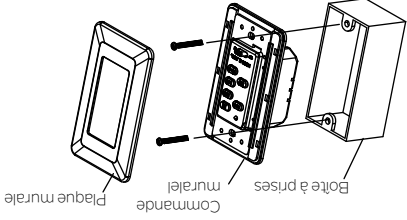

Fig. 22
Étape 2. Utiliser les vis (fournies) pour fixer la commande murale à la boîte à prises (Fig. 22).